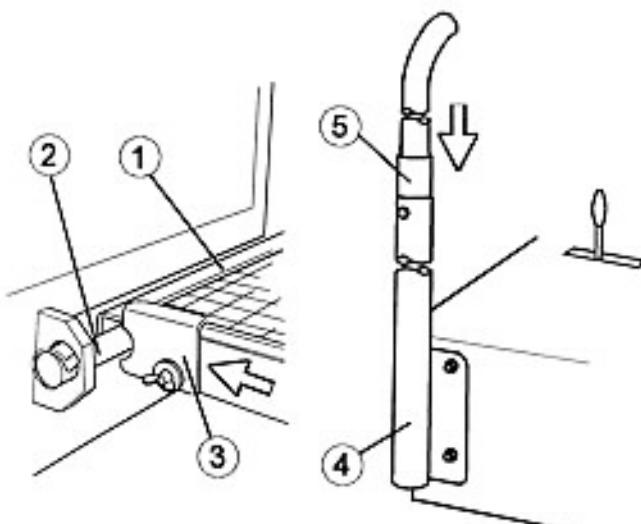

Bild 13 / Fig. 13
- ⇒ Podest (Bild 13, Pos. 1) in die Führungsstange an der Mitteltraverse (Bild 13, Pos. 2) einhängen.
- ⇒ Beide Sicherungsplatten (Bild 13, Pos. 3) links und rechts vorschieben und festschrauben.
- ⇒ Sicherungsstange-Unterteil (Bild 13, Pos. 4) am Hydrauliksteuerkasten anschrauben.
- ⇒ Sicherungsstange-Oberteil (Bild 13, Pos. 5) auf Unterteil aufsetzen und mit Unterteil verschrauben.